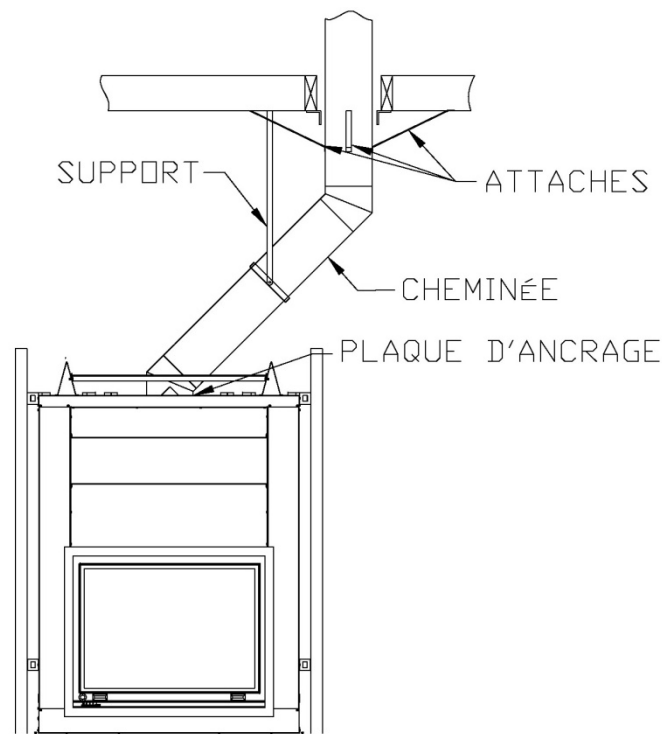

Figure 34
1. Installez le premier coude; tournez-le dans la bonne direction. Fixez-le à la cheminée en suivant les instructions du fabricant de la cheminée. Dans de nombreux cas, il est recommandé des fixer les raccords à l'aide de trois (3) vis à métal de ½" (12 mm).
2. Installez les sections de cheminé qu'il faut pour obtenir le décalage nécessaire. Verrouillez les sections de cheminée ensemble en suivant les instructions du fabricant de la cheminée. Dans de nombreux cas, il est recommandé d'utiliser trois (3) vis de ½" (12 mm). Si la section décalée comporte deux sections de cheminée ou plus, de nombreux fabricants de cheminée exigent que vous utilisiez un support de décalage ou de toit à moitié chemin du décalage. Si la cheminée traverse un mur, installez un coupe-feu mural fourni par le fabricant de la cheminée (**voir Figures 34 et 35**).